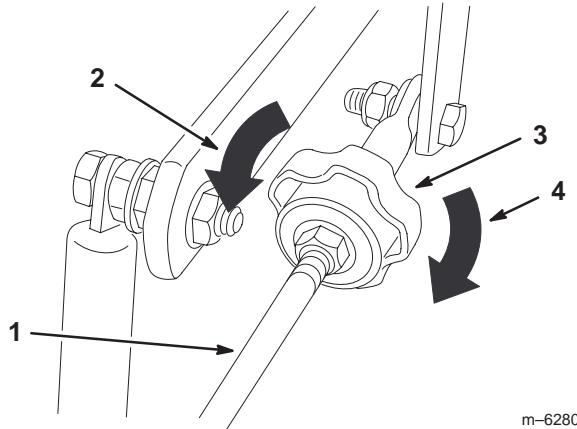

Figure 55
- Pour que la machine tire à droite, tournez le bouton vers la droite de la machine (voir la figure 55).
- Pour que la machine tire à gauche, tournez le bouton vers la gauche de la machine (voir la figure 55).